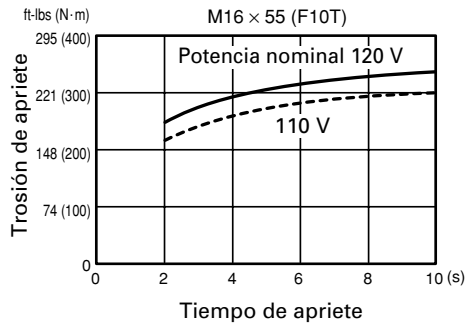

Fig. 5
1. Confirmar la tensión de la línea (Fig. 5)
La tensión de apriete disminuye cuando la tensión de la línea desciende. (Ver la Fig. 5)
La tensión de apriete aumenta al aumentar el tiempo de operación. La tensión de apriete sin embargo no supera cierto valor a pesar de que la herramienta funcione durante un largo período de tiempo. (Ver la Fig. 5)
Como se muestra en la Fig. 5, la tensión de apriete difiere según el diámetro del perno. Generalmente, cuanto mayor sea el diámetro del perno, mayor será la tensión de apriete.